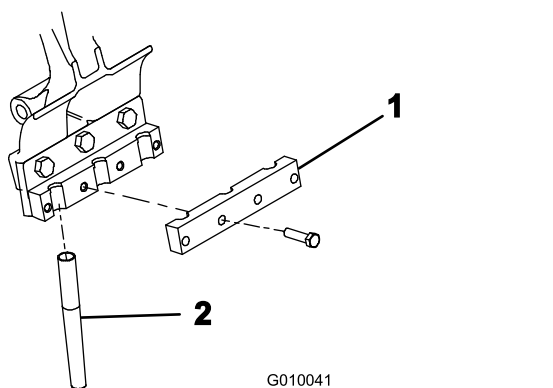

Figura 24
5. Su ogni portafustelle montate, senza serrarlo, un pezzo di bloccaggio (Figura 24) con 4 bulloni ($\frac{3}{8}$ " x $1\frac{1}{2}$ "). Non serrate i bulloni.